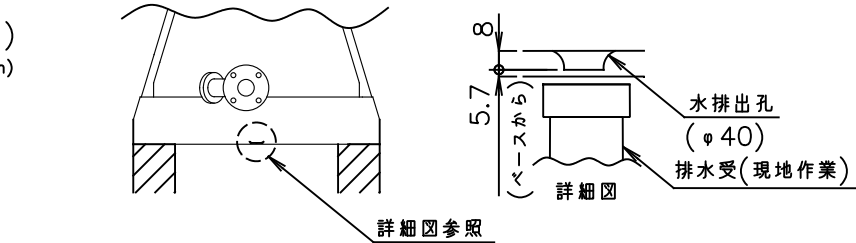

図 2 ゲタ基礎の場合の排水受施工例
- 注 5．雨水および機内結露水、水抜きの際の排水は、結露水排出孔からユニット下面へ排出されます。ただし、熱源機周辺が高温・高湿の環境で運転をすると、外装パネル表面および結露水受けのドレンパンの下にも結露が発生する場合がありますので、基礎面には防水処理を施し、排水された水が基礎面上に溜まらないように、また、周辺に拡がらないようにユニット周辺に排水溝、排水口等を設けてください。排出孔に、排水受け及び排水溝を施工する場合は、図 2, 3 の施工例を参照してください。